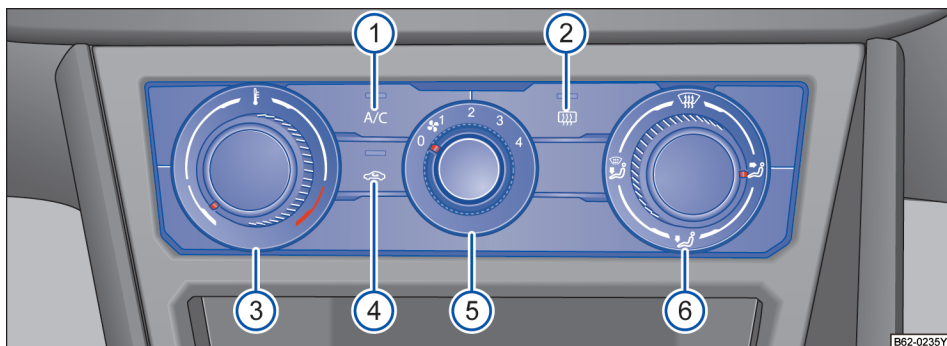

图 82 中控台上：电子手动空调的操作元件
- 按压按钮  → 图 82 ④，即可打开或关闭空气内循环模式。如果此按钮中的指示灯亮起，说明其处于打开状态。